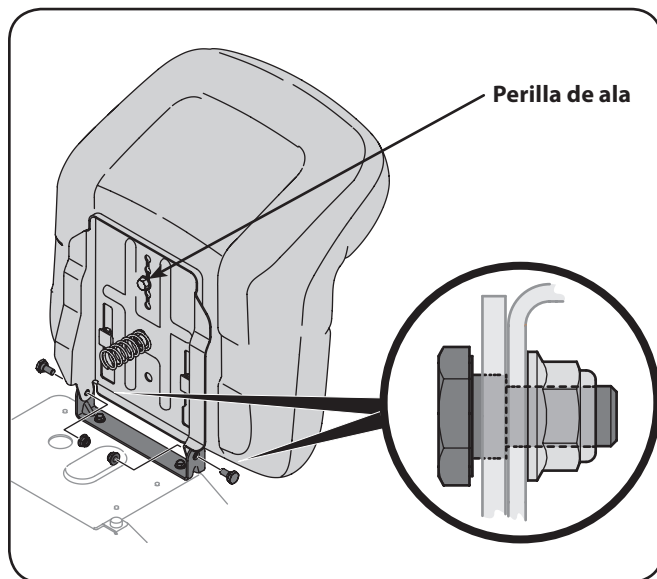

Figura 3-7
- Coloque los dos pernos con reborde que se incluyen en el paquete de elementos de ferretería y sujete con dos tuercas de seguridad. Vea la Figura 3-7.
Nota: Compruebe que el reborde del perno quede completamente embutido en el soporte del asiento cuando sujete la tuerca de seguridad. Vea el recuadro de la Figura 3-7.
- Para ajustar la posición del asiento, afloje el tornillo de ajuste en la parte inferior del asiento. Deslice el asiento hacia adelante o hacia atrás según se desee. Vuelva a apretar el perno de ajuste. Consulte la Figura 3-7.